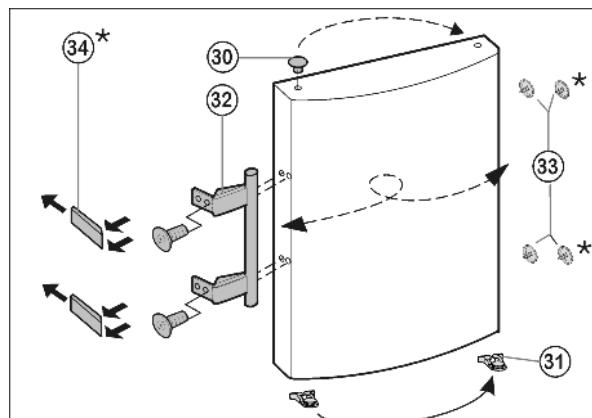

Fig. 7
- Извлеките пробку Fig. 7 (33) из опорной втулки дверцы и переставьте.
- Снимите и переставьте на противоположную сторону дверную ручку Fig. 7 (32), пробку Fig. 7 (33) и прижимные пластины* Fig. 7 (34).